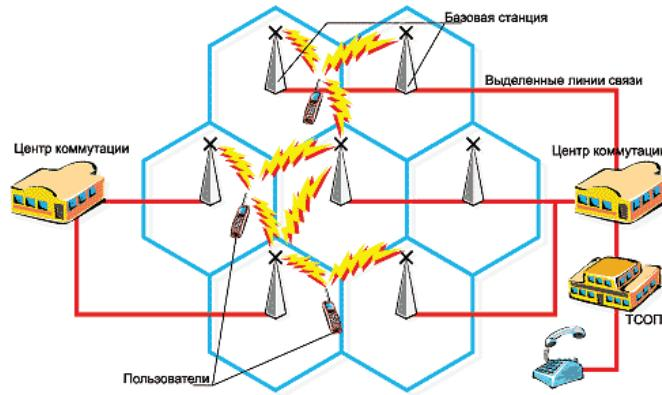

Рис. 14. Геометрический принцип построения сотовой связи
6) *Сотовая телефонная (мобильная) связь* [4]: вся территория зоны, где функционирует сотовая связь, делится на соты, т.е. на шестиугольники (рис. 14). В центре шестиугольника находится базовая станция, передающая сигнал на другую станцию, в которой находится ваш собеседник. Но почему именно шестиугольник, а не другая геометрическая фигура? В случае разбиения по принципу квадратов получались бы разные расстояния (причем с очень заметной разницей), а это лишняя нагрузка на базу. В случае кругового принципа размещения было бы много «мёртвых зон», а это тоже плохо для связи, т.к. абонент был бы часто недоступен.